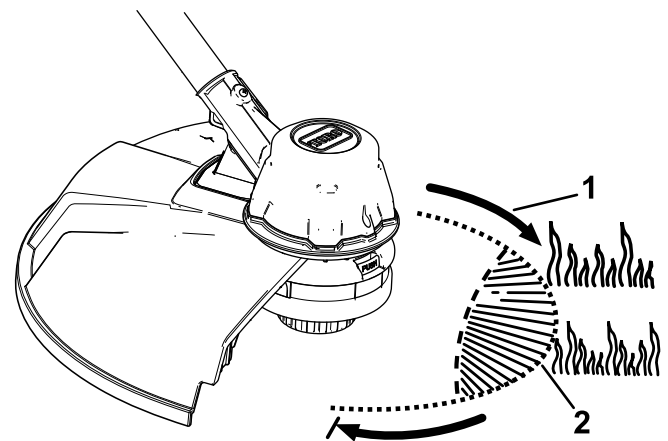

Figur 11
Trimmeren kommer fra fabrikken med en klippebredde på 36,6 cm, som vist i A i Figur 11. Se følgende instruksjoner for å justere bredden til 40,6 cm, som vist i D i Figur 11.
1. Fjern skjærebladet fra bunnen av vernet ved å fjerne de to skruene som holder det på plass, ved bruk av den gitte sekskantnøkkelen (B i Figur 11) og roter skjærebladet 180°.
2. Når skjærebladet er rotert, fester du det på vernet med de to skruene du fjernet tidligere (C i Figur 11).